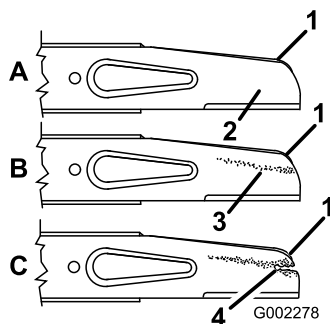

Figura 23
2. Togliete il bullone della lama, la rondella di bloccaggio, l'acceleratore e la lama (Figura 23).